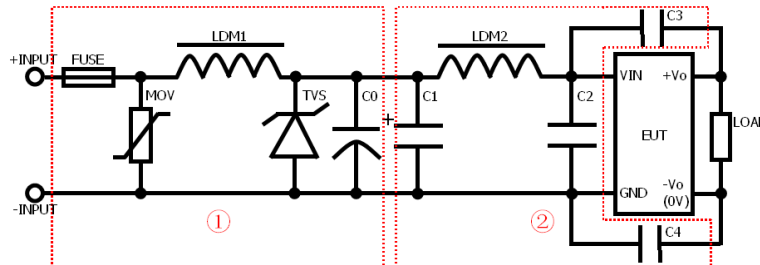

图 1
| EMI | 传导骚扰 | CISPR22/EN55022 | CLASS A (外围电路如图 1) | | |
| | 脉冲群抗扰度 | IEC/EN61000-4-4 | ±2KV | perf. Criteria B (外围电路如图 1) | |
| | 浪涌抗扰度 | IEC/EN61000-4-5 | ±2KV | perf. Criteria B (外围电路如图 1) | |
注: 1.图 1 中第①部分用于瞬态脉冲防护, 既 EMS 测试部分外围推荐电路图; 第②部分用于 EMI 滤波, 可依据需求选择。